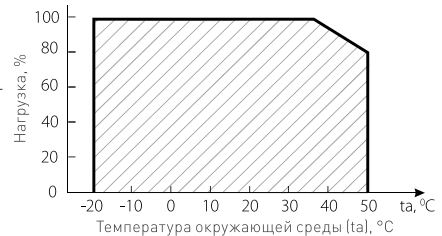

Рис. 4. Максимальная допустимая нагрузка, % от мощности источника.
- 4.3. Не нагружайте источник питания более 80 % от его максимальной мощности. Учитывайте, что с повышением температуры окружающей среды, максимальная мощность источника питания снижается, см. график зависимости на Рис. 4.